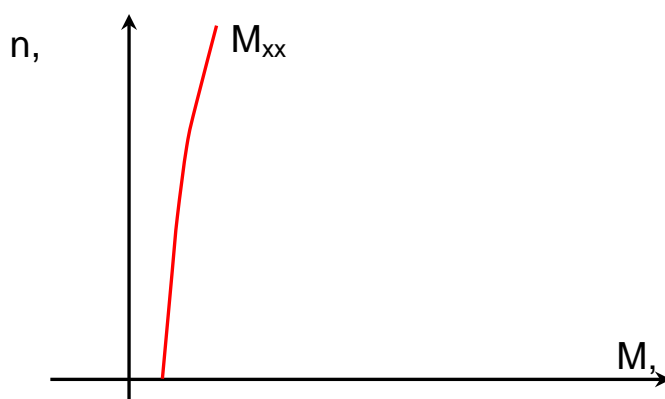

Рисунок 3 – Момент холостого хода M_{XX}
- определение момента холостого хода вспомогательной машины ($M_{\text{ХХ ВМ}}$). Собрать на стенде схему, представленную на рисунке 2, снять необходимые показания и занести их в таблицу 4, построить соответствующую характеристику (рисунок 3);
- экспериментальное определение естественных характеристик $n = f(I_{\text{ИМ}})$ и $n = f(M_{\text{ИМ}})$. Собрать на стенде схему, представленную на рисунке 4, снять необходимые показания и занести их в таблицу 5, построить соответствующие характеристики (рисунок 3);